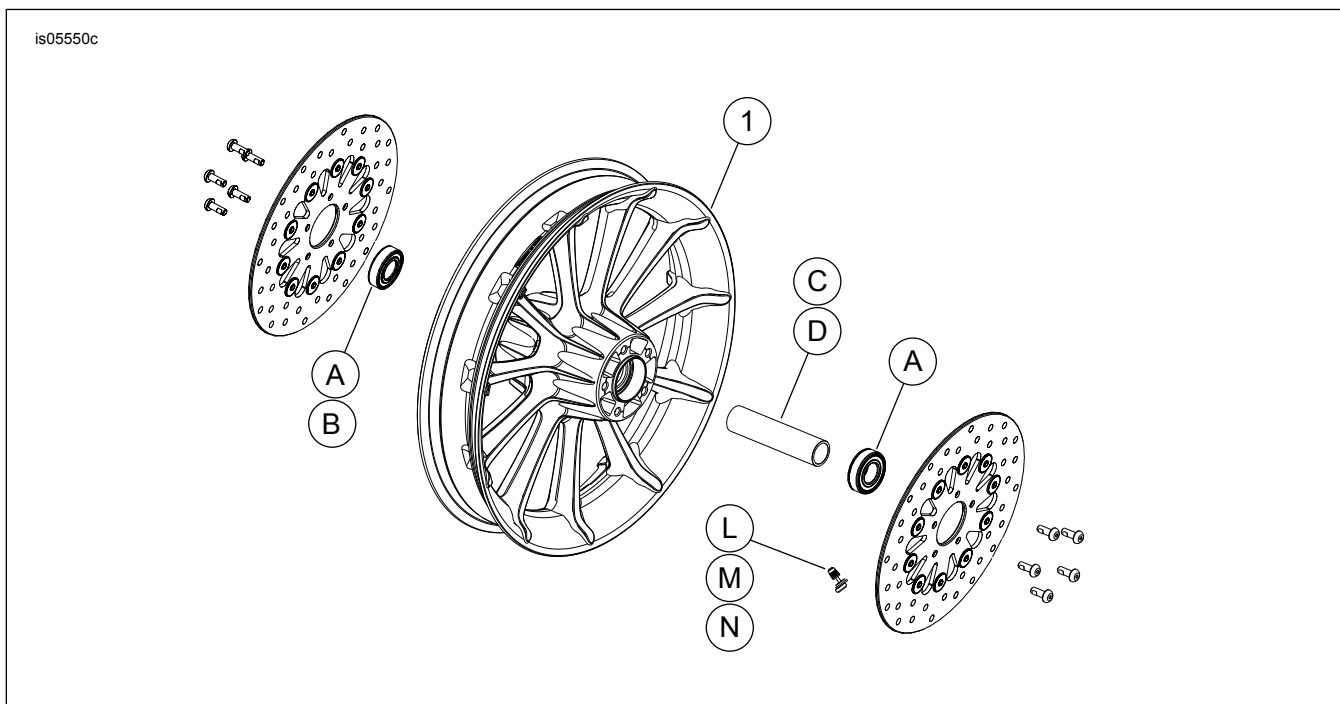

Figura 1. Parti di ricambio: Kit ruota Roulette
2. Vedere Figura 1. Installare il gruppo dello stelo della valvola (M) sulla ruota. Vedere PNEUMATICI nel manuale di manutenzione.